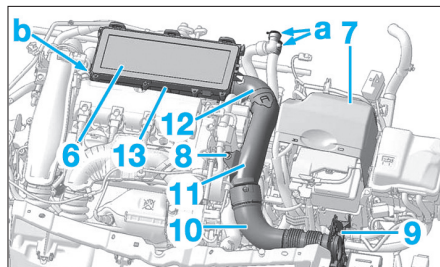

Fig. 75
- l'élément filtrant (6) (Fig.75),